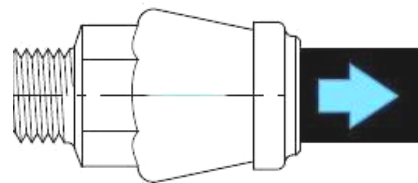

Figure 4
5. Retirer le tube (verrouillage de l'anneau de serrage) (voir figure 4)